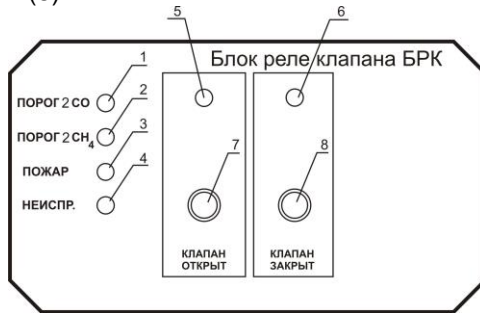

Рис. 1. Лицевая панель блока реле клапана
6.2. На лицевой панели блока (рис. 1) размещены светодиоды ПОРОГ СО (1), ПОРОГ СН4 (2), ПОЖАР (3), НЕИСПРАВНОСТЬ (4), светодиоды положения клапана – КЛАПАН ОТКРЫТ (5) и КЛАПАН ЗАКРЫТ (6), кнопки ручного управления клапаном - КЛАПАН ОТКРЫТ (7) и КЛАПАН ЗАКРЫТ (8).